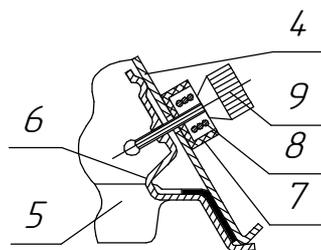

Рисунок 8: 4. Отражатель; 5. Решетка экранирующая;
- 6.7 Закрепите решетку экранирующую (Рисунок 5 и 6) приложение А на отражателе с помощью винтов специальных поз.9 и скоб поз.6 (Рисунок 8) приложение А.